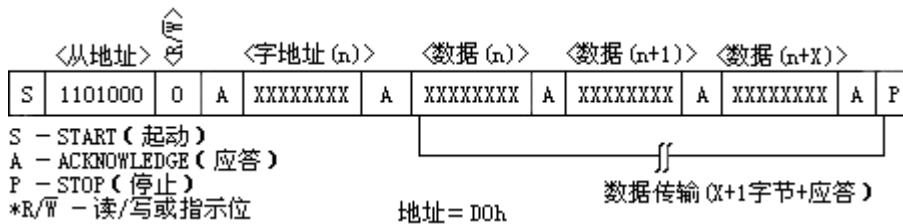

图 6 数据写—从器件接收模式
1、从接收器模式（写 DS1307 模式） 器件通过 SDA 和 SCL 接收串行数据和时钟。在接收到每一个字节后，就发送一个应答位，而 START 和 STOP 为串行传递的始末端。在接收到从地址和方向位（见图 6）后，硬件自动执行地址识别。在主器件产生起动（START）条件后，DS1307 接收到的第一个字节是地址字节，此地址字节包含有 7 位的 DS1307 地址：1101000，跟随在指示位（R/W）之后（此时为写操作，该位为 0）。在收到并译出地址信息后，器件就在 SDA 线上输出应答位。在 DS1307 识别从地址+写入位后，主器件将发送一个寄存器地址到 DS1307，以此在 DS1307 上设置寄存器指针，之后，主器件将开始发送数据字节（DS1307 在接受完每个字节之后都将返回一个应答位）。所有数据字节传输完成后，主器件将产生一个停止（STOP）条件来中断数据的写入。